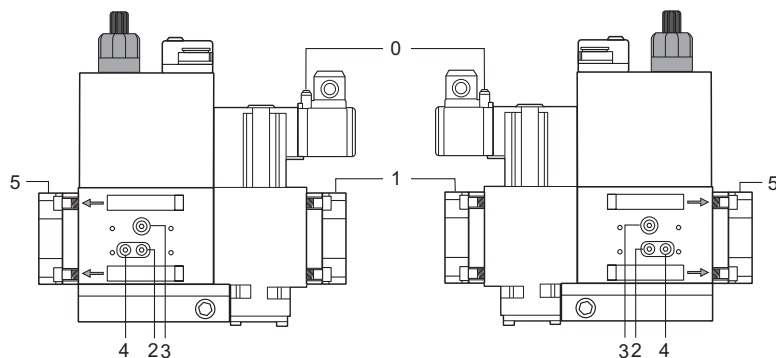
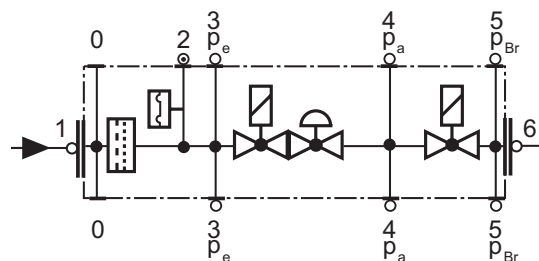

Fig. 38
Fig. 39
- Schimbati filtrul daca diferenta de presiune intre prizele 1 si 2 (Fig. 38-Fig. 39) este $\Delta p > 10$ mbar.
- Schimbati filtrul daca diferenta de presiune intre prizele 1 si 2 (Fig. 38-Fig. 39) este de doua ori mai mare comparata cu cea de la ultima verificare .